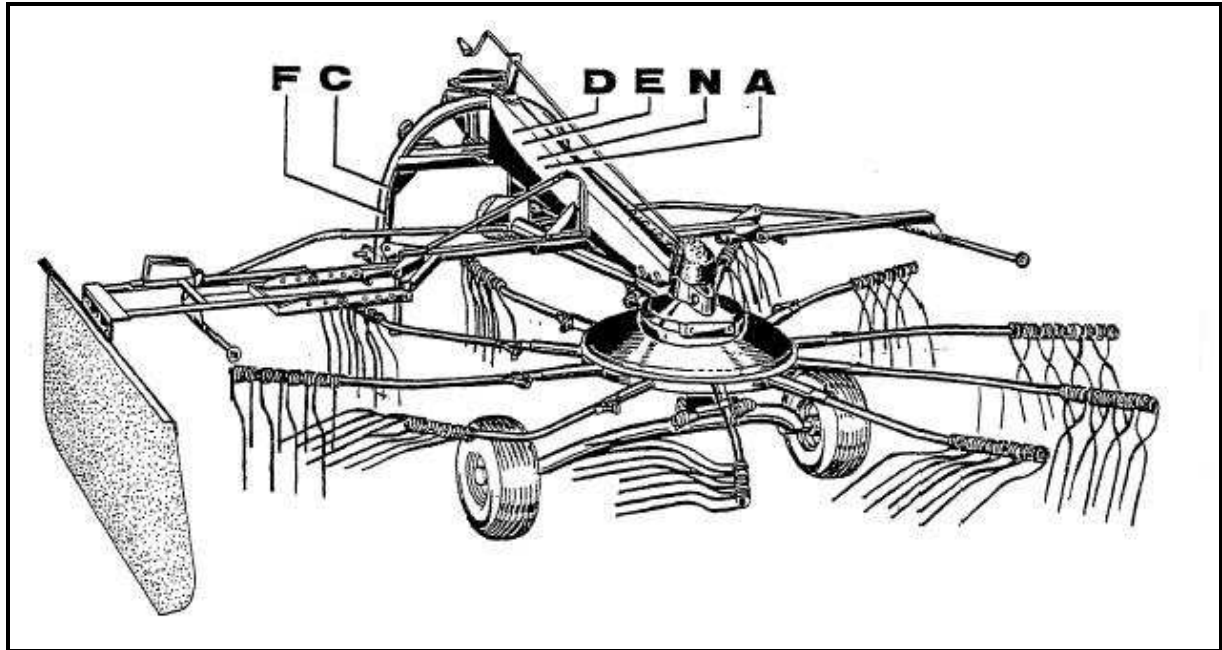

Abbildung 7
1. Schutzvorrichtungen anbringen und in Schutzstellung bringen (siehe Warnbildzeichen Abb. 7).